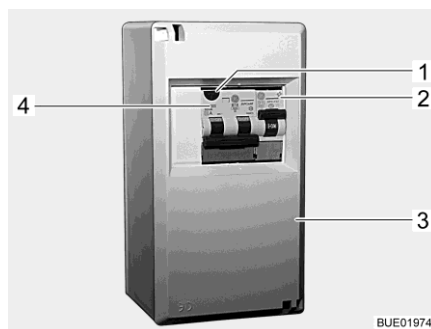
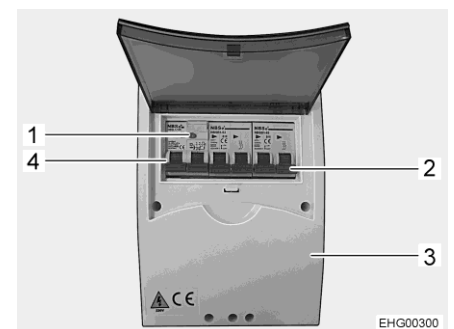

Fig. 219 Scatola dei fusibili a 230 V
Fig. 220 Scatola dei fusibili 230 V (variante)
Un interruttore di sicurezza per correnti di guasto combinato (Fig. 219,4 o Fig. 220,4) nella scatola dei fusibili (Fig. 219,3 o Fig. 220,3) protegge l'intero veicolo da correnti di guasto (0,03 A).
Per veicoli con accessori opzionali (p. es. l'impianto di climatizzazione) un ulteriore interruttore di sicurezza (10 A) (Fig. 219,2 o Fig. 220,2) protegge l'apparecchio.
- Se il veicolo è collegato all'alimentazione a 230 V, premere il tasto di controllo (Fig. 219,1 o Fig. 220,1). L'interruttore di sicurezza per correnti di guasto deve scattare.